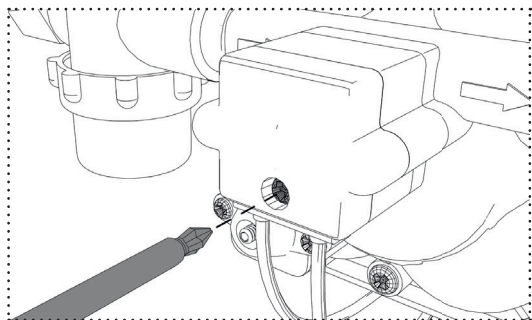

Fig. 12: Aflojar el tornillo del presostato
**Nota:** Antes de poder ajustar el presostato, deberá retirar la cubierta de plástico (fig. 12)!